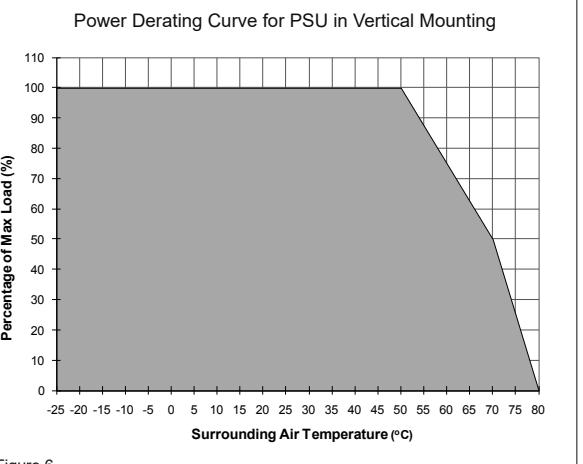

Figure 6
Betriebstemperaturbereich (Umgebungstemperatur)	-25°C bis +80°C (Leistungsherabsetzung gemäß Abb. 6)
5.4. Temperaturverhalten (Abb. 6)